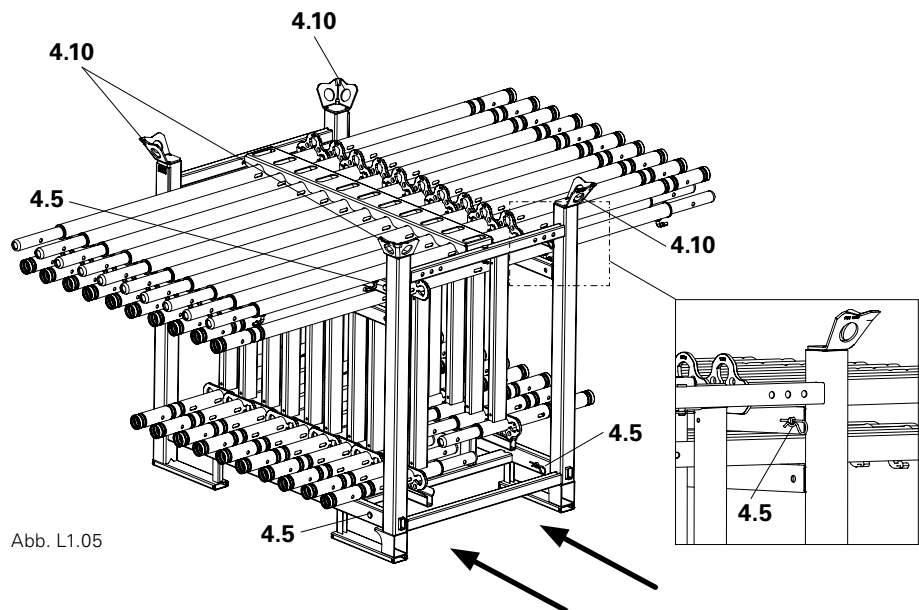

Abb. L1.05
5. Palettenrahmen aufstecken und mit 2 Bolzen (4.5) und Federstecker an den oberen Kragholmen, sowie 2 Bolzen (4.5) und Federstecker am Palettenrahmen montieren. (Abb. L1.05)
Die Palette ist mit dem Stapler bzw. Hubwagen von der Querseite bedienbar. (Abb. L1.05)